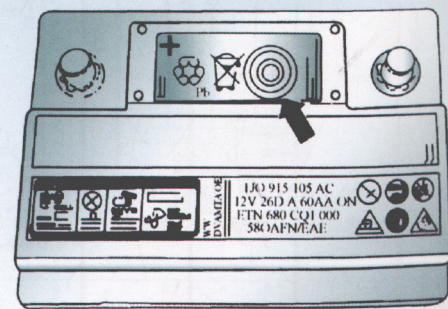

图1 蓄电池的观测孔
- (1) 检查蓄电池的壳体是否损坏。如损坏，电解液会流出。
- (2) 带观测孔的蓄电池，其外壳为黑白色。观测孔如图1中箭头所示，可提供电解液液面高度及充电状态信息。可显示3种不同颜色：
- ①绿色——表示蓄电池已充足电。
- ②黑色——未充电或充电很少。
- ③无色或黄色——电解液液面已达临界值，必须添加蒸馏水。
1.6L BWG发动机(2006年10月版)/1.6L BJH发动机(2004年12月版)控制系统电路图1/2
1.6L AWB发动机控制系统电路图1/2
1.8L AGN发动机控制系统电路图1/2